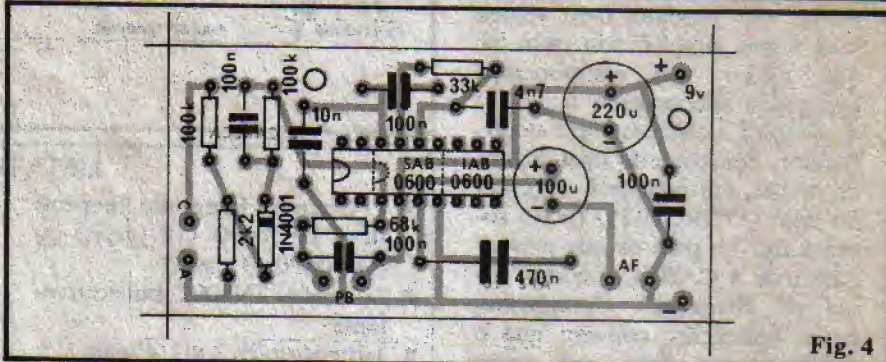

Fig. 4
- FIG. 4 - A MONTAGEM - A plaquinha é vista, na figura, pelo seu lado não cobreado, já com todas as peças em suas posições definitivas (a plaquinha que acompanha o KIT vem com a fig. 4 demarcada em silk-screen, facilitando enormemente as coisas...). lembramos os cuidados básicos com os componentes polarizados: observar a polaridade dos capacitores eletrolíticos (nitidamente indicadas na figura), notar a posição da faixa contrastante numa das extremidades do diodo 1N4001 e, finalmente, posicionar corretamente o Integrado (extremidade com a marquilha voltada para o capacitor de 10n). Se este for o IAB0600 basta "enfiá-lo" lá, pois a quantidade de furos "bate" com o número de "pernas"... Já se o Integrado for o SAB0600 observar que deverão "sobrar" 4 furos à esquerda e 6 à direita, correspondentes, do outro lado da placa, a "ilhas mortas", sem conexão... As ilhas livres, junto às bordas da placa, destinam-se às conexões externas, vistas com detalhes na próxima figura.